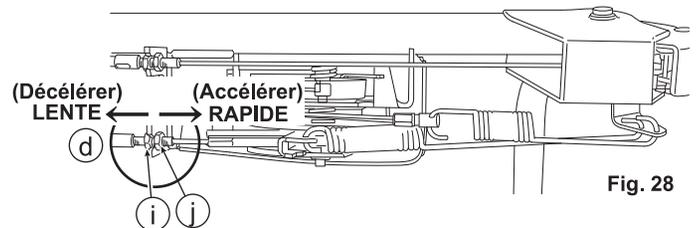

Fig. 28
1. Lorsqu'un réglage est nécessaire, desserrez l'écrou de verrouillage (j) du câble de contrôle de vitesse HST (d), puis tournez le régléur (i) comme indiqué sur la Fig. 28.
3. Démarrez le moteur et vérifiez que la vitesse de tonte change lorsque vous activez le levier de changement de vitesse (D).